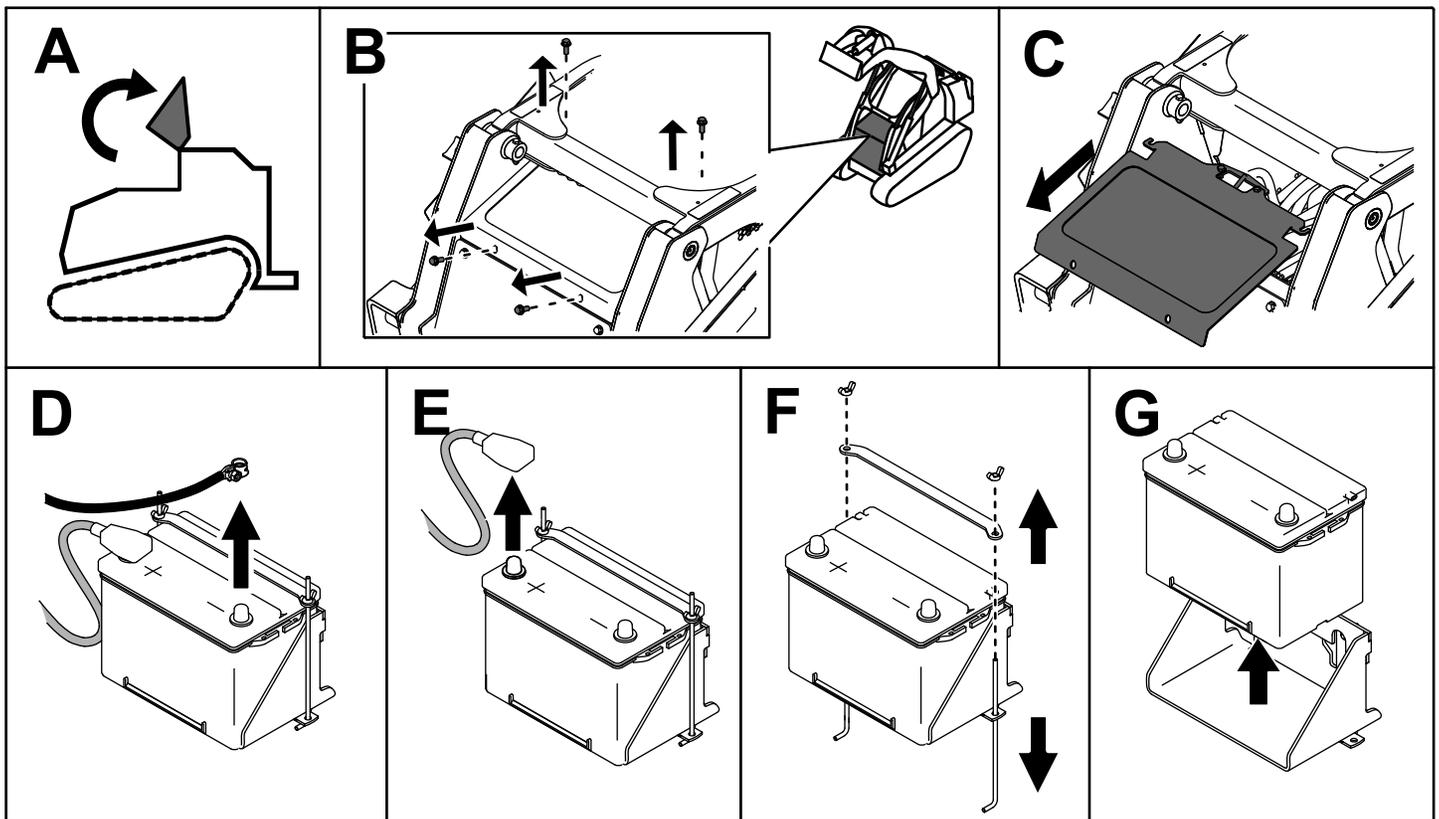

Figura 49
3. Retire la batería como se muestra en la Figura 49.